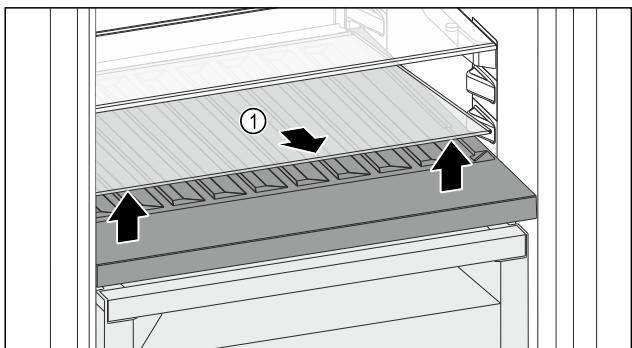

Fig. 140
- Glasplatte Fig. 140 (1) an der Aussparung vorne anheben und herausnehmen.
- Glasplatte Fig. 140 (1) außerhalb des Geräts sicher aufbewahren.